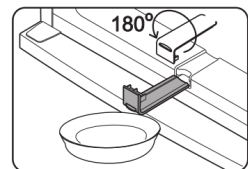

Abb. 7
- Ziehen Sie die Tauwasserauffangrinne heraus, wenden Sie sie um 180° und hängen sie ein (**Abb. 7**). Stellen Sie ein Gefäß unter die Tauwasserauffangrinne.